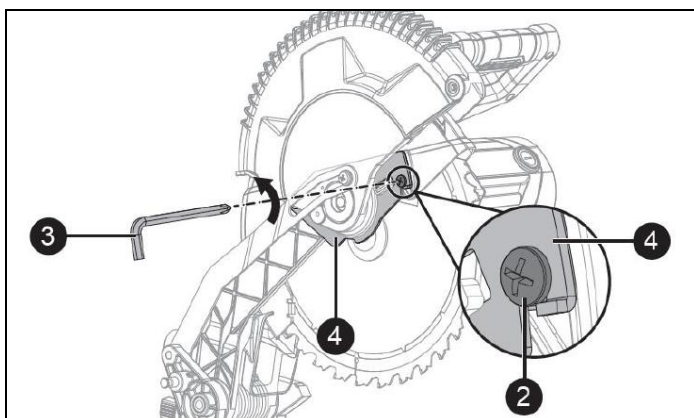
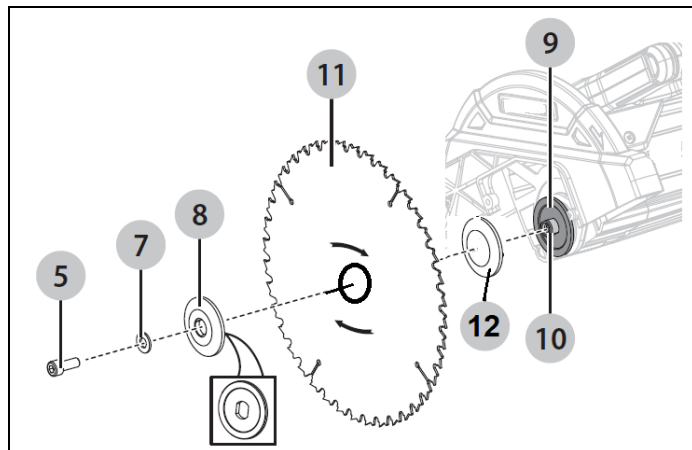

Рисунок 13
Рисунок 15
2. Установите внешний фланец (8) и плоскую шайбу (7) на пильный диск и на оправку. Завинтите винт оправки (5) в оправку (Рис. 15) против часовой стрелки.
4. Нажмите на фиксатор оправки (6), крепко удерживая его, одновременно поворачивая пильный диск против часовой стрелки. Когда фиксатор оправки войдет в зацепление, продолжайте нажимать на него, надежно затягивая винт оправки.
5. Поверните кронштейн (4) обратно в исходное положение, пока паз в крышке не войдет в зацепление с винтом кронштейна (2). Удерживая нижнее ограждение пильного диска, затяните винт ключом для пильного диска. (Рис. 13)
6. Опустите ограждение пильного диска (1) и убедитесь, что оно легко перемещается и не заедает.